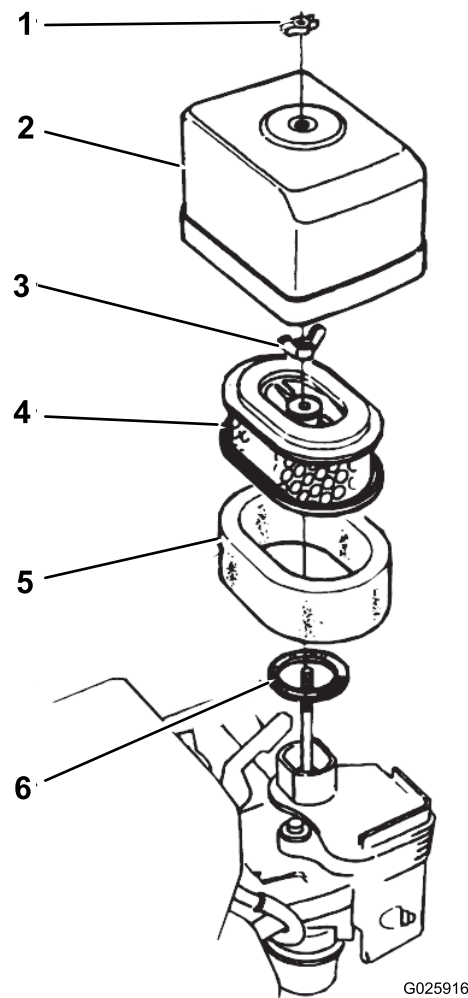

Figura 31
1. Togliete il dado ad alette che fissa il relativo coperchio al filtro dell'aria e rimuovete il coperchio (Figura 31).
4. Montate il coperchio del filtro dell'aria sul relativo filtro con il dado ad alette (Figura 31).
2. Togliete il dado ad alette dal filtro dell'aria e rimuovete il filtro (Figura 31).
3. Rimuovete l'elemento del filtro dell'aria in schiuma sintetica dall'elemento di carta (Figura 31).
1. Montate l'elemento del filtro dell'aria in schiuma sintetica sull'elemento di carta (Figura 31).
2. Ispezionate la guarnizione per escludere usura e danni (Figura 31).
3. Assicuratevi che la guarnizione sia posizionata nell'ingresso dell'aria per il carburatore (Figura 31).
4. Montate gli elementi del filtro dell'aria nel carburatore con il dado ad alette (Figura 31).
5. Montate il coperchio del filtro dell'aria nel carburatore con l'altro dado ad alette (Figura 31).